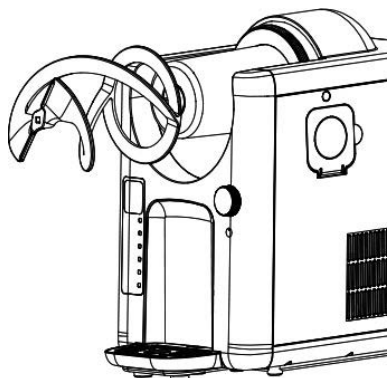

bild 8
9. Vrid blandningsbehållaren moturs och dra försiktigt av den från bottenhöljet (bild 8).